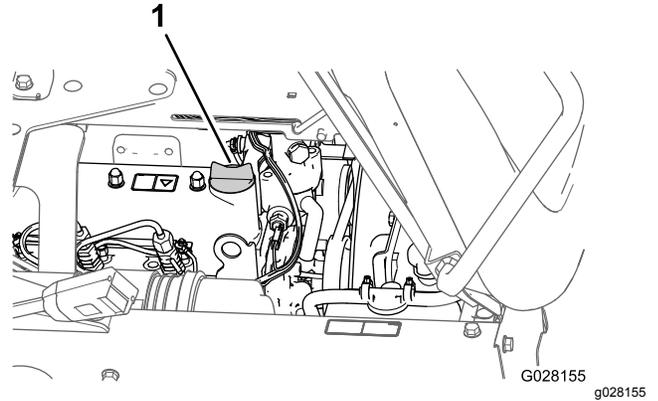

Figura 70
3. Se o nível de óleo estiver baixo, retire o tampão de enchimento da cobertura da válvula e adicione lentamente óleo no tubo de enchimento até que o nível suba até à marca Cheio da vareta (Figura 70).